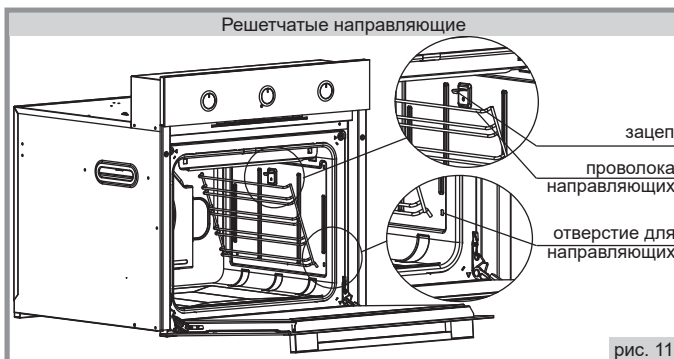

рис. 11
17.5.1. Для снятия решетчатых направляющих нужно (рис. 11):